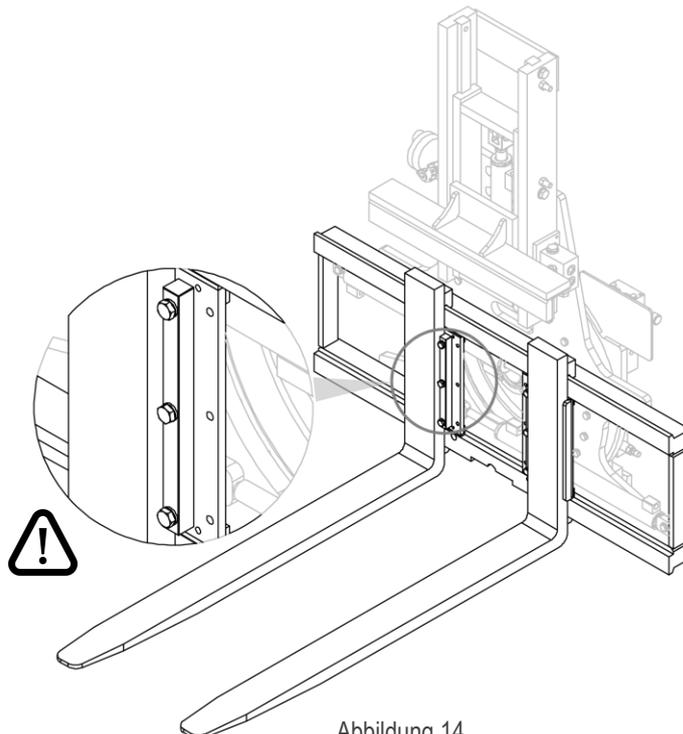

Abbildung 14
2. Schieben Sie die Gabelzinken ein und sichern Sie sie mit dem Feststeller (siehe *Abbildung 14*).